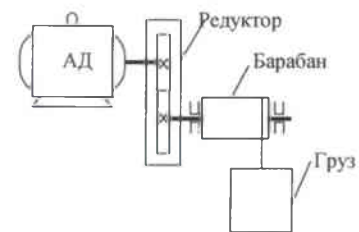

Рис. 1
1.1. Для главного привода подъемного механизма, выполненного по кинематической схеме (рис.1), в соответствии с индивидуальным заданием выбрать асинхронный электродвигатель (АД) с короткозамкнутым ротором основного исполнения. Режим работы электропривода – S3.